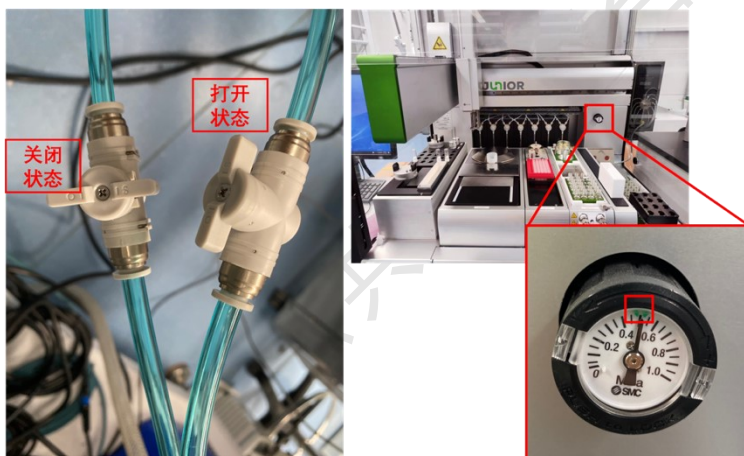

图 6-2-3
- 3) 如图 6-2-3 左, 确认仪器背面的 N_2 管路连接已打开, 并核对仪器上的压力表指针在绿色区域 (约 0.5 MPa, 图 6-2-3 右);